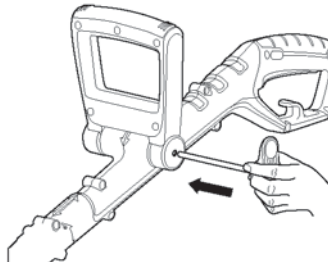

Fig.5
- > Emboîtez la poignée auxiliaire [7] sur le moyeu situé en haut du manche; enfillez le boulon par le trou de la poignée (Fig.5).